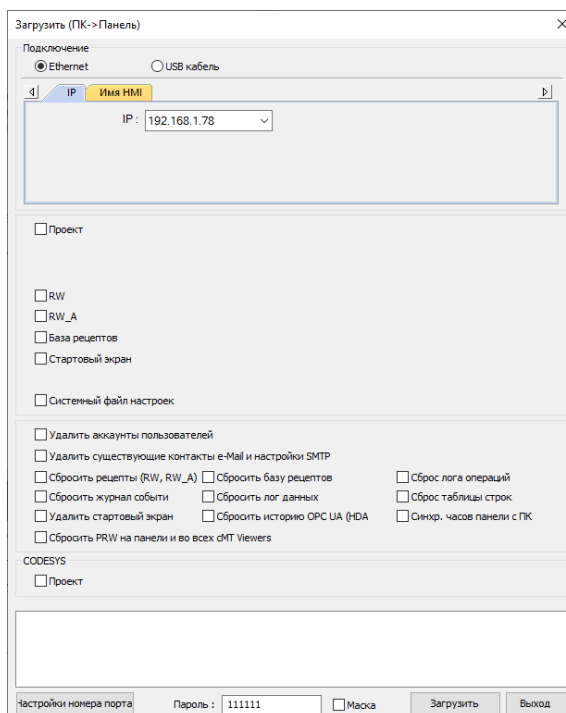

Рисунок 4.26 – Окно «Загрузить (ПК->Панель)» ПО Utility Manger
13. В окне «Загрузка/Выгрузка» нажать на кнопку «Загрузка». В окне «Загрузить (ПК->Панель)» (рисунок 4.26) выбрать способ подключения к панели оператора – с использованием Ethernet-кабеля или USB-кабеля.